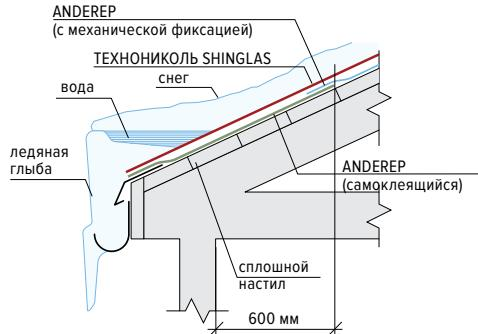

Рис. 8
ANDEREP PROF PLUS / ANDEREP GL / ANDEREP GL PLUS) (Рис. 8). Укладку материала ведут снизу вверх с нахлестом в продольном направлении 100 мм (для подкладочных ковров на органической основе типа BICARD нахлест составляет 600 мм для углов наклона кровли до 30°, свыше 30° — 100 мм), в поперечном — 150 мм, раскатывая рулон параллельно карнизному свесу. В зависимости от типа подкладочного ковра производится его механическое крепление кровельными ершеными гвоздями к основанию согласно ниже приведенным схемам:
- ANDEREP PROF — Рис. 8 а
- ANDEREP PROF PLUS — Рис. 8 б
- ANDEREP GL — Рис. 8 в
- ANDEREP GL PLUS — Рис. 8 г
Рис. 8 а
Рис. 8 б
Рис. 8 в
Рис. 8 г